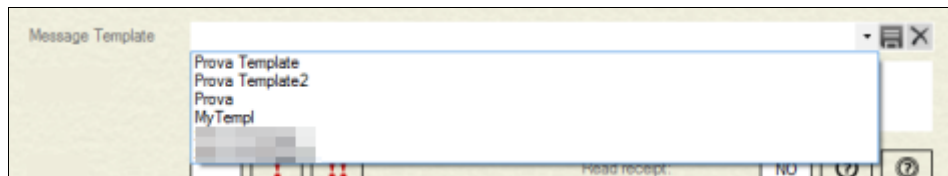

Fig 75
- Cliccare il pulsante  presente sulla destra. Si aprirà un menù a tendina contenente tutti i template salvati fino a quel momento (Fig 75).